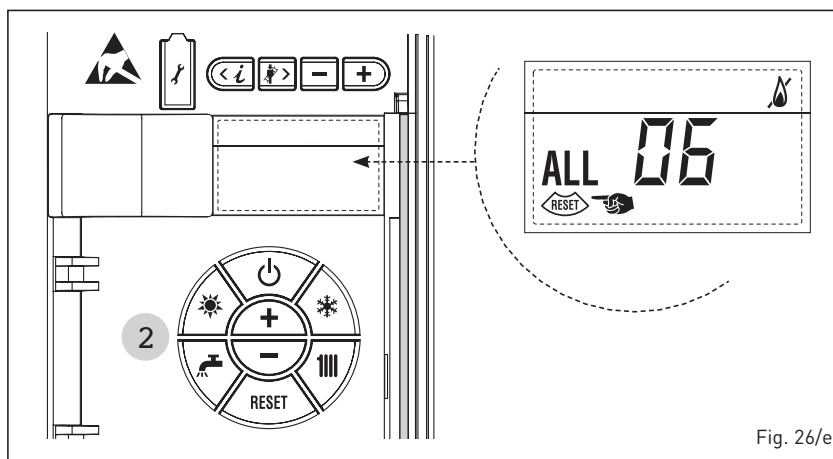

Fig. 26/e
– **ANOMALIA TERMOSTATO SICUREZZA “ALL 07” (fig. 26/f)**